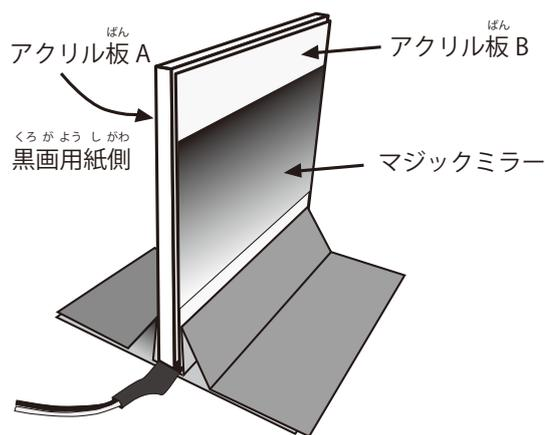

図12 アクリル板の固定方法
12) アクリル板Bの保護シールをはがして、図12のようにミラー台にアクリル板Aとアクリル板Bを乗せます。